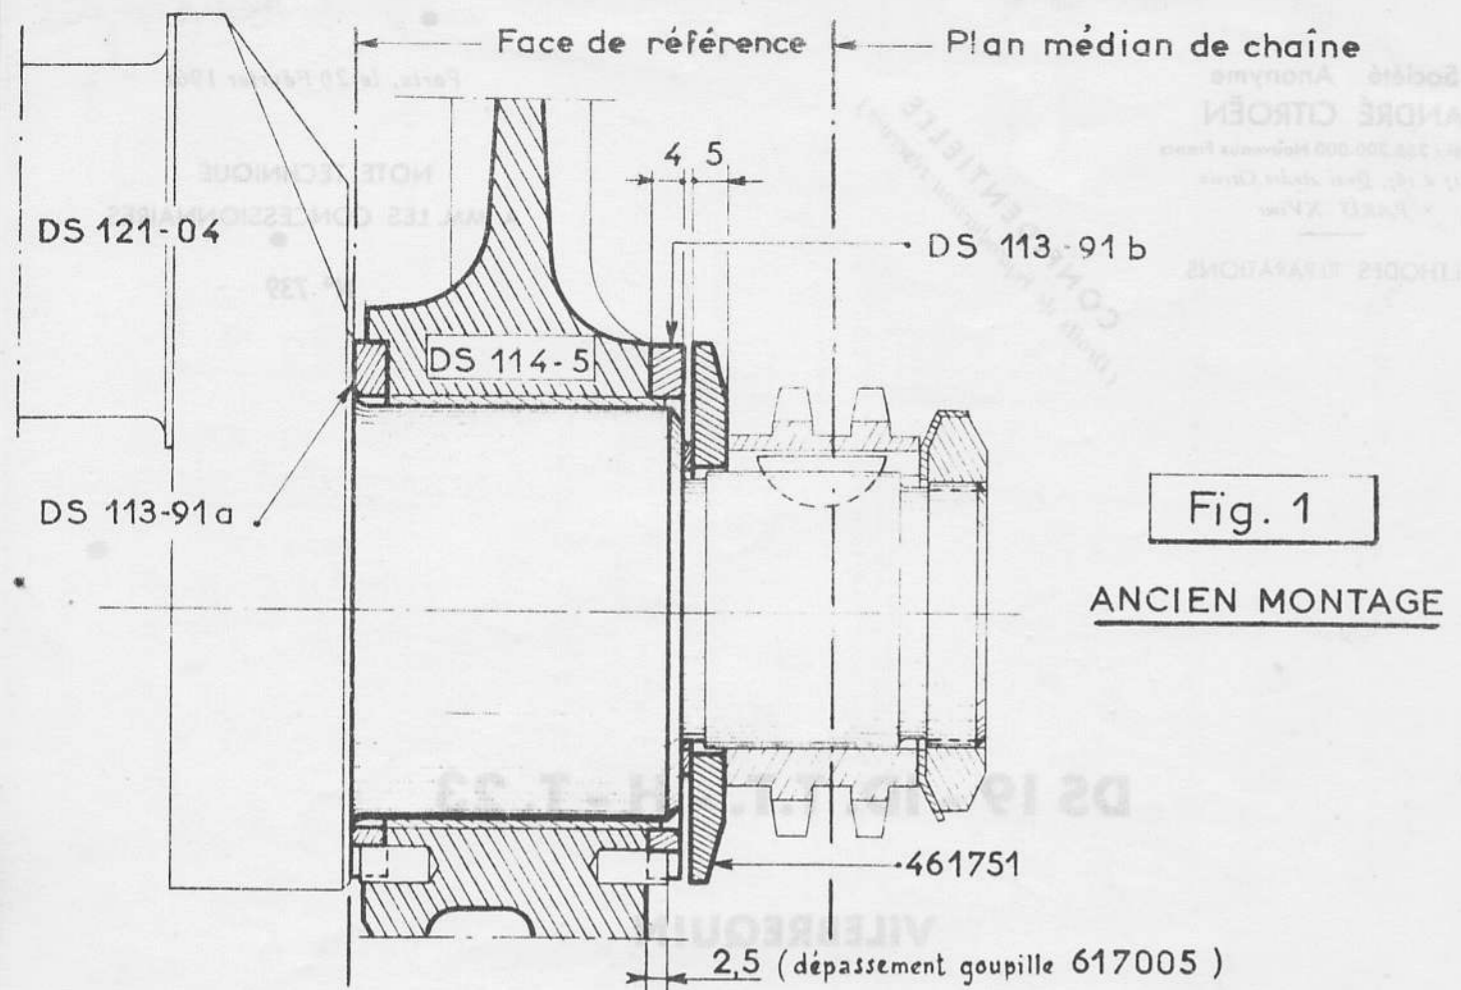
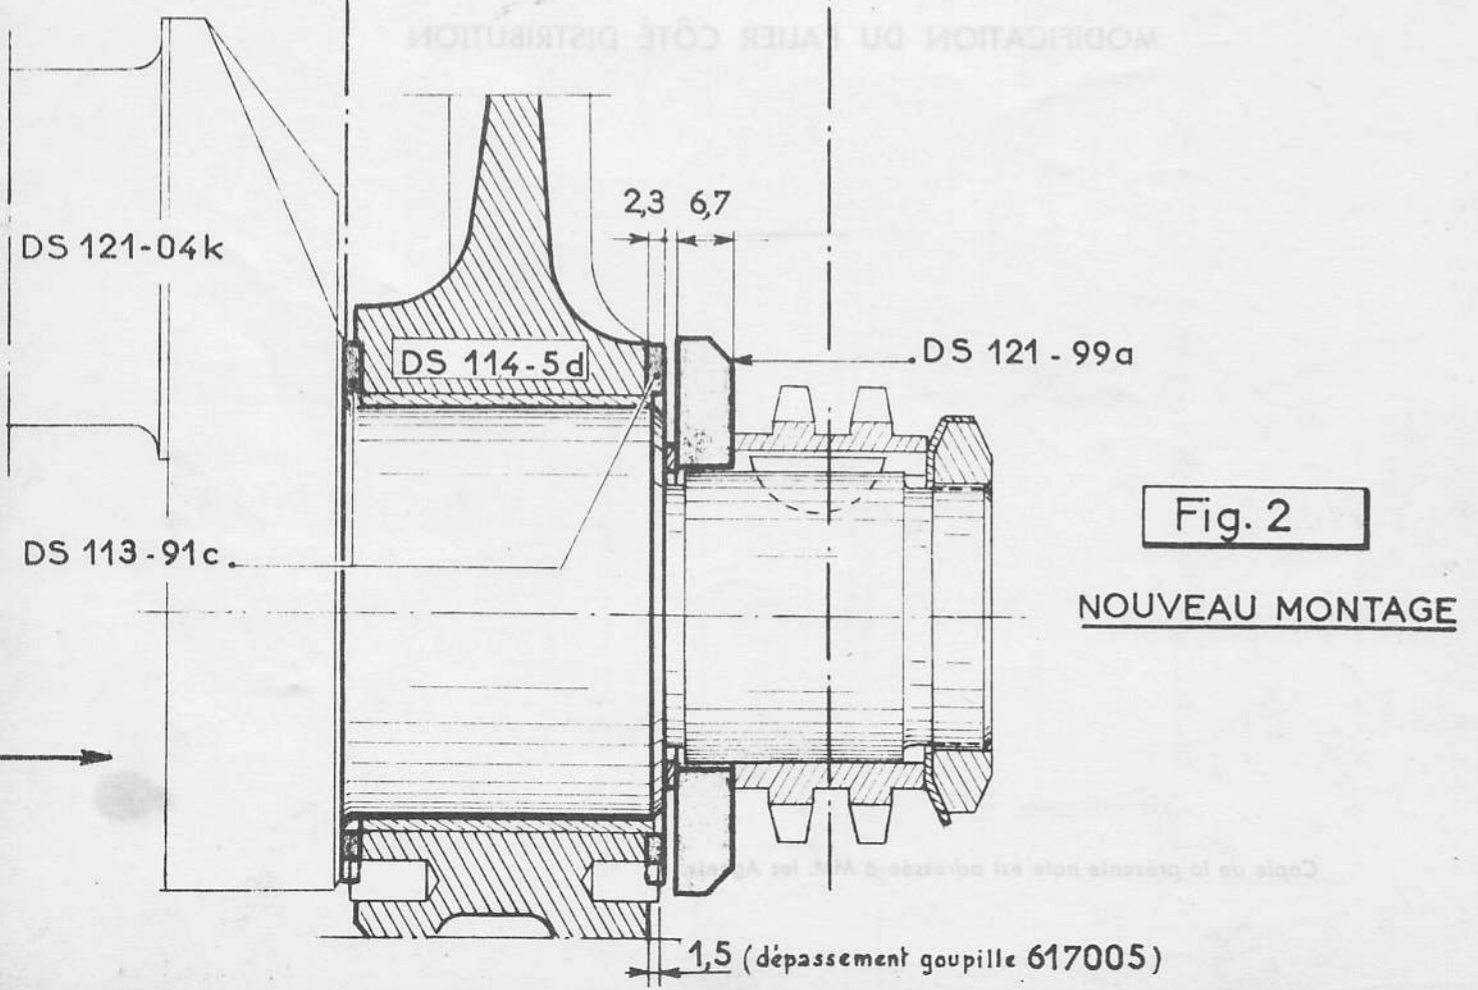
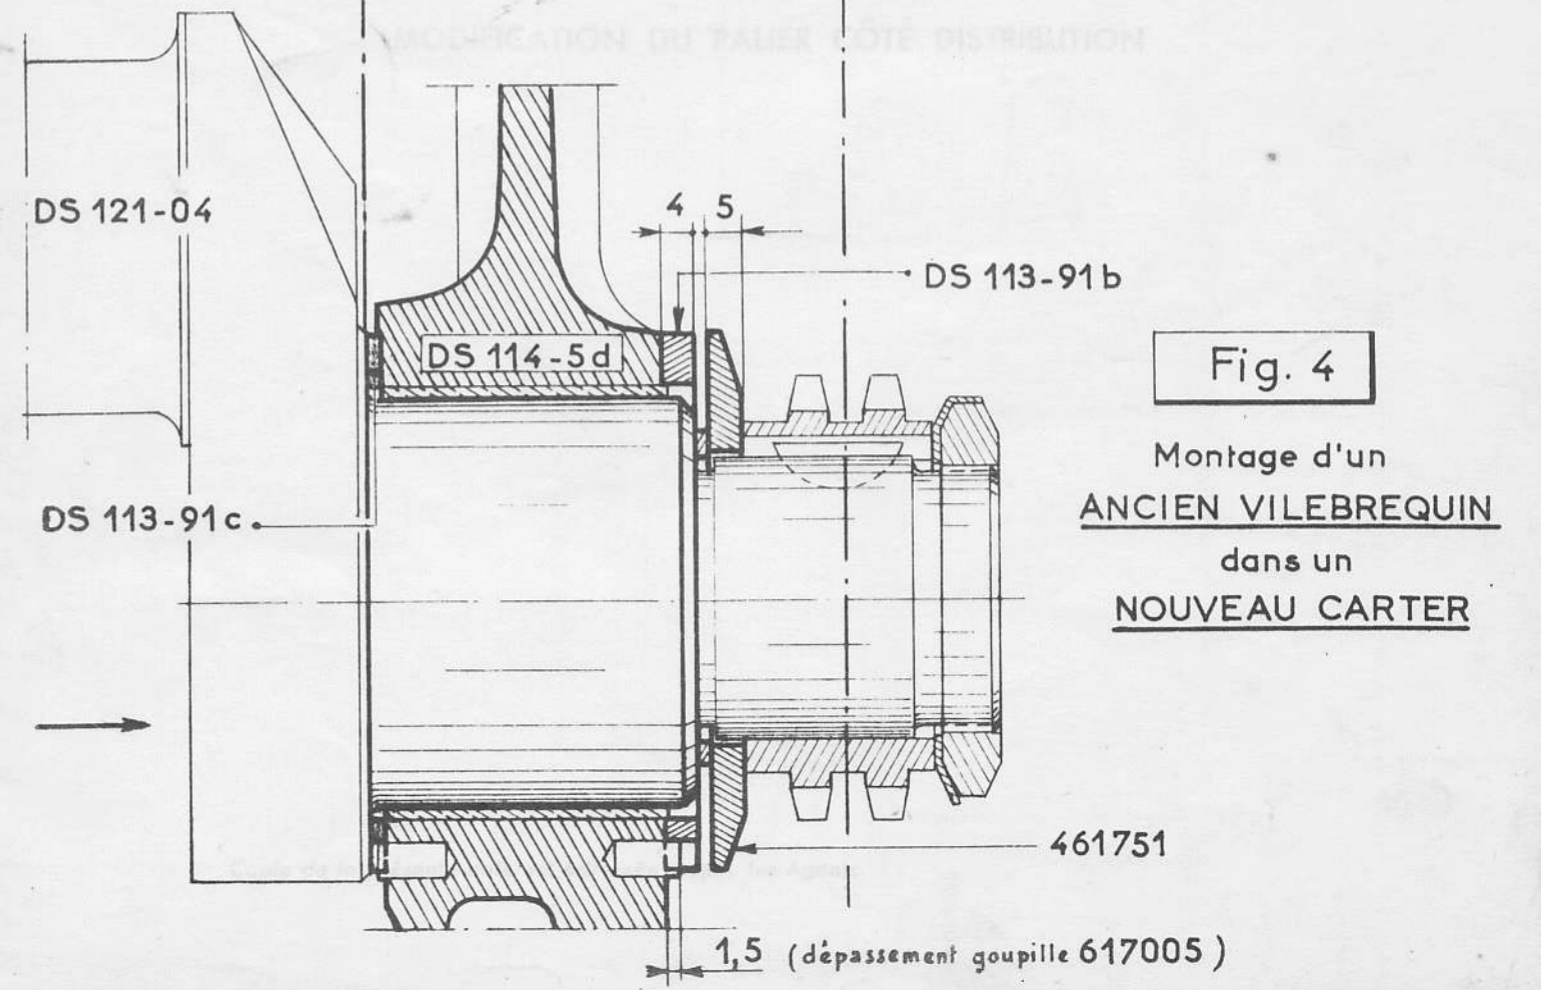

Fig. 1
Fig. 2
Fig. 4
- d) La rondelle de butée d'épaisseur 5 mm n° 461751 est remplacée par une rondelle d'épaisseur 6,7 mm n° DS 121-99a (voir fig. 1 et 2).
- a) La figure 1 représente l'ancien montage, la figure 2 représente le nouveau.
f) **Cas du nouveau montage (fig. 2) et du montage : ancien vilebrequin - nouveau carter (fig. 4)**
Avant et pendant chaque opération nécessitant la dépose de l'écrou de blocage du pignon, il est nécessaire pour éviter que la joue sorte de son logement, **de pousser le vilebrequin vers le palier, côté distribution (Voir flèche fig. 2 et 4)** à l'aide d'un levier ou d'un coin oblique placé entre un maneton du vilebrequin et le carter (tout travail effectué sur la distribution nécessite la dépose du carter inférieur n° D 132-98).